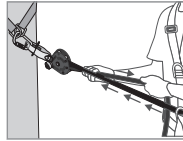
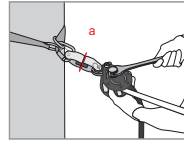

Fig 3
Fig 4
Po zamontowaniu linki bezpieczeństwa należy ustawić jej naciągnięcie przez manualne naprężenie linki (od strony węzła końcowego –Rys. 3). Krzywka (8) oraz dźwignia krzywkę (4) powinny automatycznie zbliżyć się do linki. Zacinając dźwignię krzywkę (4), a następnie za pomocą odpowiednio dopasowanego klucza naciągnąć linkę na osi regulacji naciągnięcia (1), aż podkładka wskaźnika naciągnięcia (a) znajdująca się pod wskaźnikiem naciągnięcia (2) zacznie się swobodnie obracać (Rys. 4). **PRZESTĄC DOKREĆCĄC**, jak tylko podkładka zacznie swobodnie się poruszać! Ruch ten odpowiada wstępnemu naciągowi linki o wartości około 1 kN. Podczas użytkowania należy regularnie sprawdzać naciągnięcie linki (obroty podkładki wskaźnika naciągnięcia) i w razie konieczności uregulować je zgodnie z powyższym opisem.